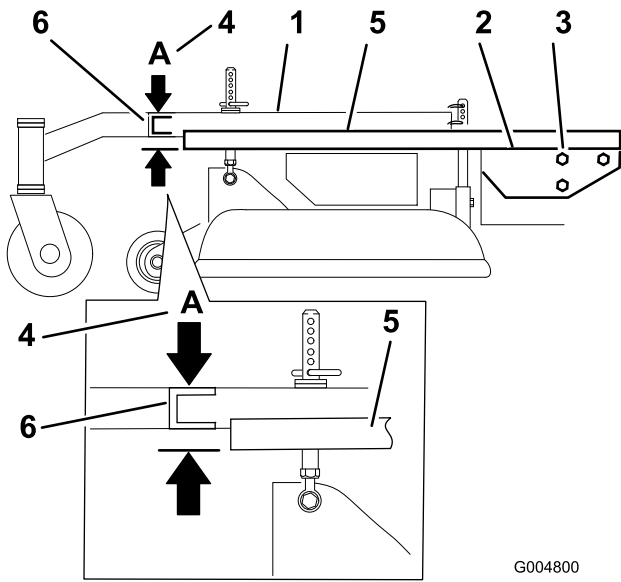

Figure 67
3. Placez une longue planche, ou autre objet similaire parfaitement droit en haut du plancher moteur, comme illustré à la Figure 67.
4. Au niveau du tube transversal du bâti porteur, mesurez la hauteur au point **A** (Figure 67). Elle doit être égale à 33 mm (1-5/16 po)  $\pm$  6 mm (1/4 po).
6. Desserrez les boulons de montage du bâti porteur de chaque côté de la machine (Figure 67).
7. Alignez le bâti porteur et le plancher moteur à 33 mm (1-5/16 po)  $\pm$  6 mm (1/4 po) au point **A** (Figure 67).